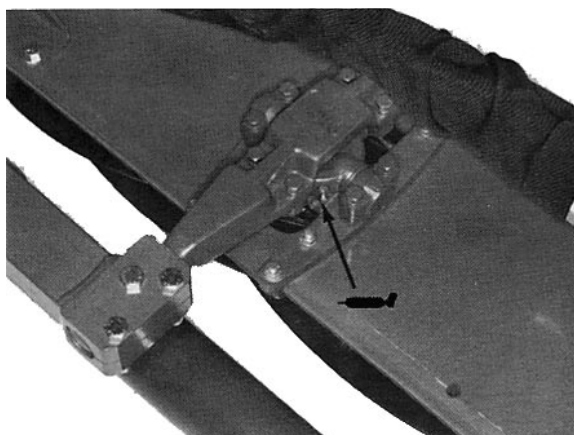

Fig. 24
N.B.: Togliere i cappucci di plastica dai raccordi sui perni del kit a testa flottante o fissa, e rimontarli dopo averli lubrificati (Fig. 24).